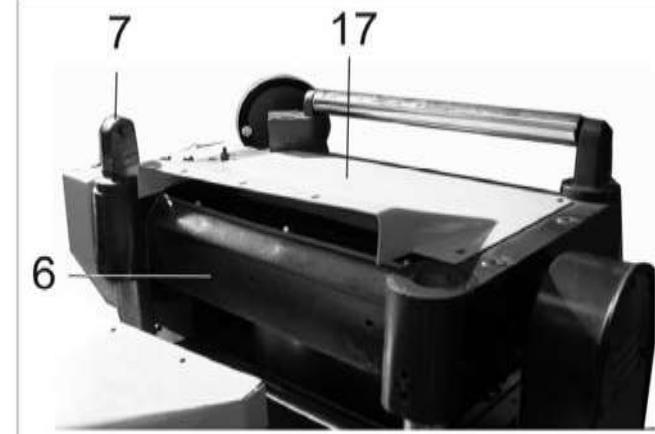

Рис.6
8.2.3. Как показано на Рис.6, демонтируйте переднюю стойку (7) и кожух (17). Используя детали крепления (H), закрепите на кожухе (17) патрубок пылесборника (18). Закрепите кожух (17) и патрубок пылесборника (18) на блоке строгального вала (6).